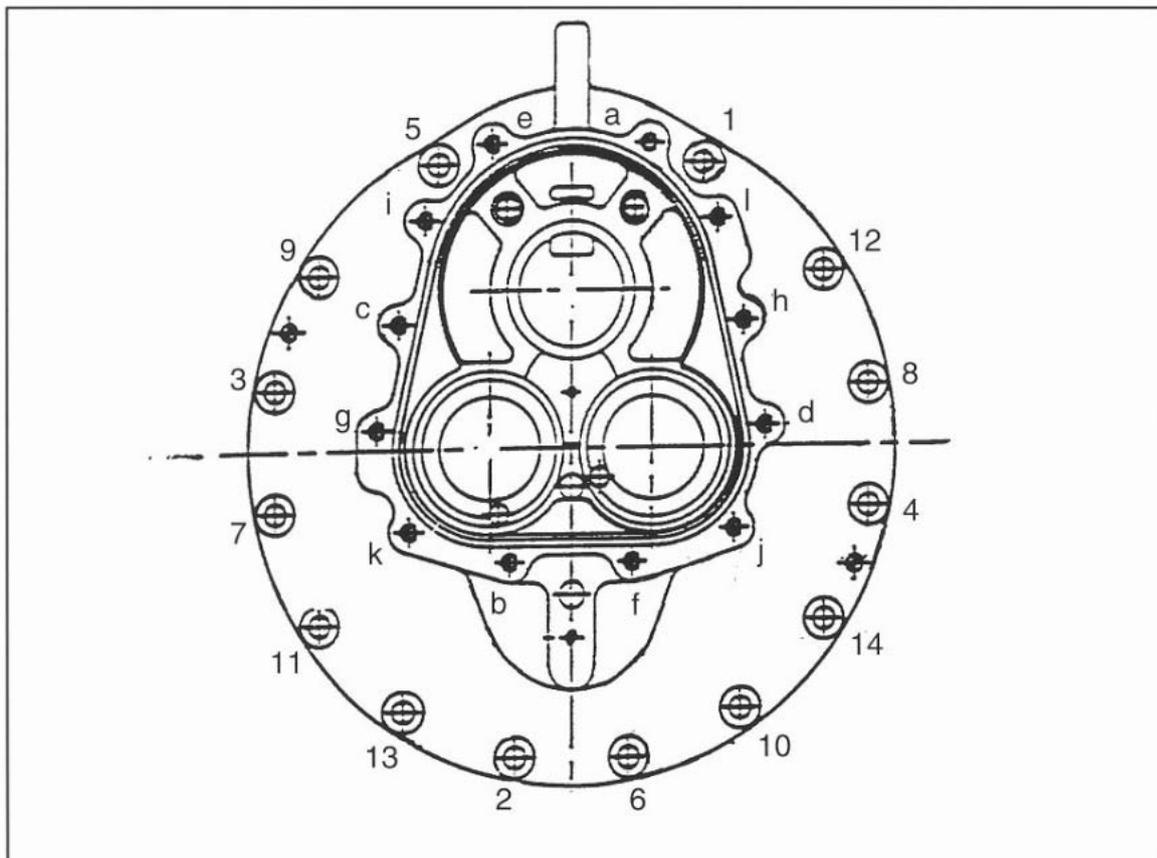

Рис. 159
4. Затяните крепежные винты в два этапа, соблюдая на каждом из них последовательность, указанную на рис. 159 ниже.